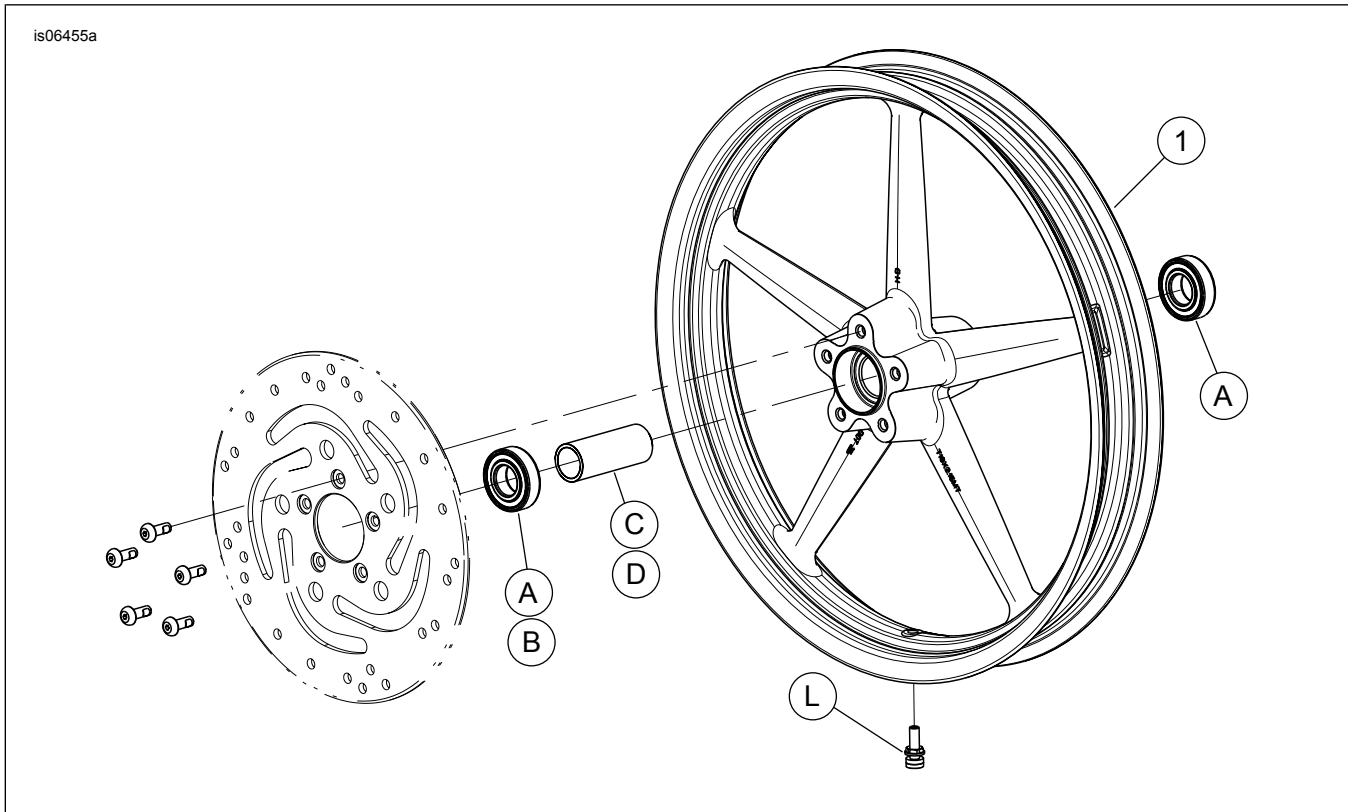

Figure 2. Pièces détachées : Roue avant Rocker
2. Voir Figure 2. Installer l'ensemble de tige de valve (L) sur la roue. Voir PNEUS dans le manuel d'entretien.